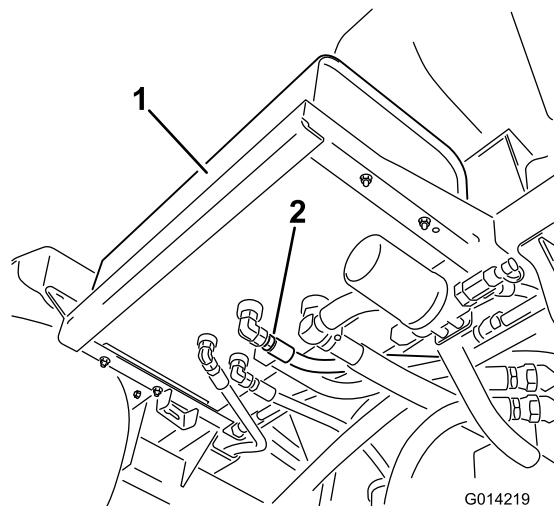

Figure 100
2. Nettoyez la surface autour d'un raccord de flexible hydraulique au bas du réservoir d'huile hydraulique (Figure 100).
4. Débranchez le raccord de flexible du réservoir et vidangez l'huile dans le bac de vidange (Figure 100).